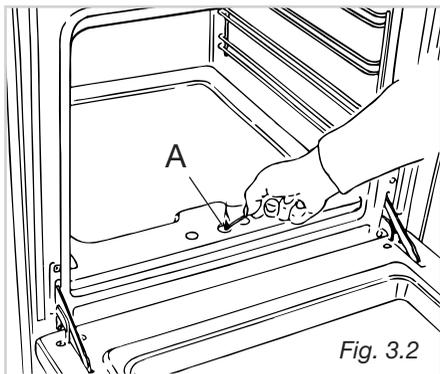

Fig. 3.2
- 3 – Accendere il bruciatore del forno avvicinando una fiamma al foro "A" del bruciatore del forno, come illustrato in fig. 3.2.
Se l'accensione elettrica non dovesse funzionare si può accendere manualmente il forno (fig. 3.2) seguendo le indicazioni del paragrafo precedente.